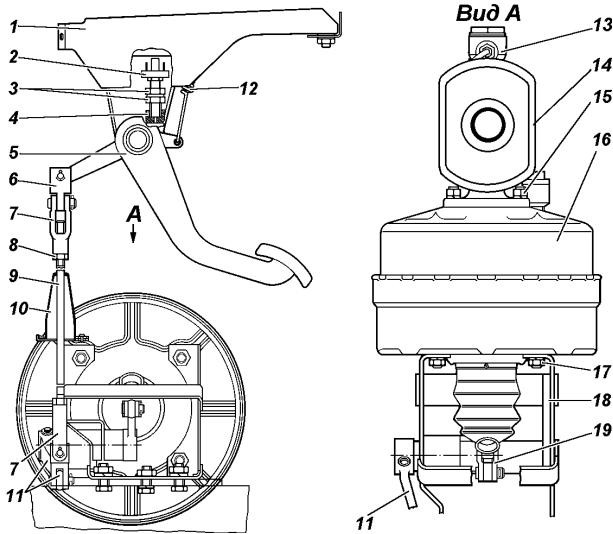

Рис. 9.34. Привод главного тормозного цилиндра:
Уровень тормозной жидкости в бачке 14 (см. рис. 9.34) проверяется визуально по меткам, нанесенным на корпусе бачка, выполненного из полупрозрачной пластмассы.
**Регулировку свободного хода педали** проводить изменением длины вертикальной тяги 9 (рис. 9.34) привода. Полный ход педали тормоза 200 мм. Свободный ход педали должен быть 5-14 мм.